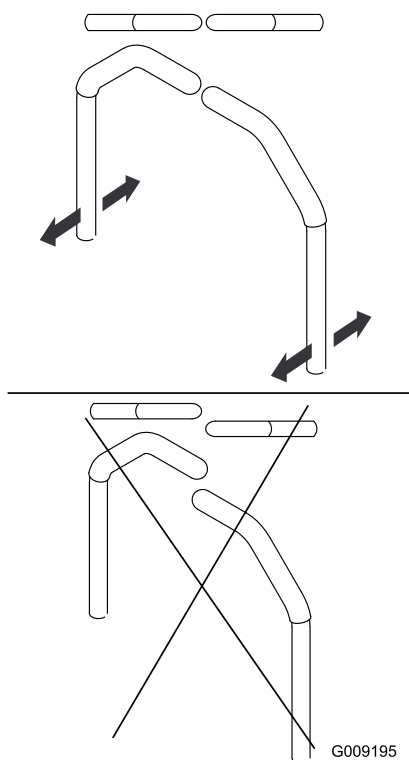

Figura 52
9. Allineate le leve latitudinalmente portandole assieme in posizione FOLLE, fatele scorrere finché non sono allineate e serrate i bulloni (Figura 52).